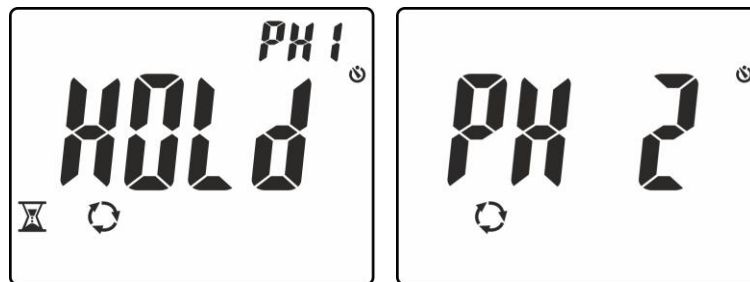

Fig. 12: Riconoscimento fase L1 e attesa per fase L2
4. In condizioni corrette di tensione e frequenza, lo strumento mostra il messaggio **"HOLD"**, i simboli  e  e **"PH1"** ed emette un suono continuo in attesa del riconoscimento di un valore stabile di tensione sulla fase L1 (vedere Fig. 12 – parte sinistra)
5. **Non rimuovere il puntale dalla fase L1** fino alla visualizzazione del messaggio **"PH 2"** lampeggiante a display (vedere Fig. 12 – parte destra)